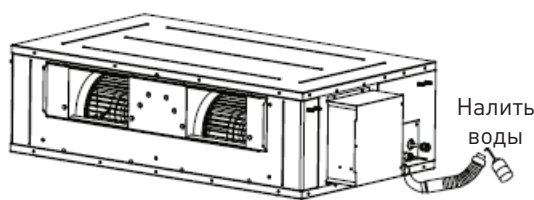

Рис. 5.3.11
- 1) Подключить дренажный шланг к другому дренажному патрубку поддона и налить в него около 1 литра воды (см. рис. 5.3.11). (После завершения проверки отсоединить шланг и закрыть патрубок заглушкой.)